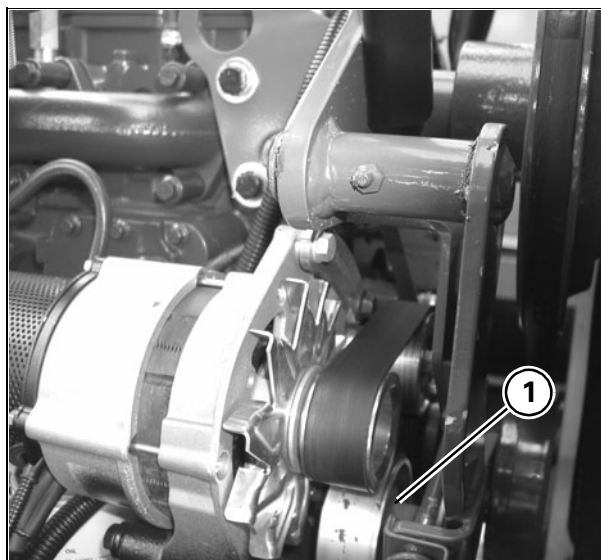

Рис. 27
24.)РЕМЕННОЙ ПРИВОД ГЕНЕРАТОРА - Рис. 27